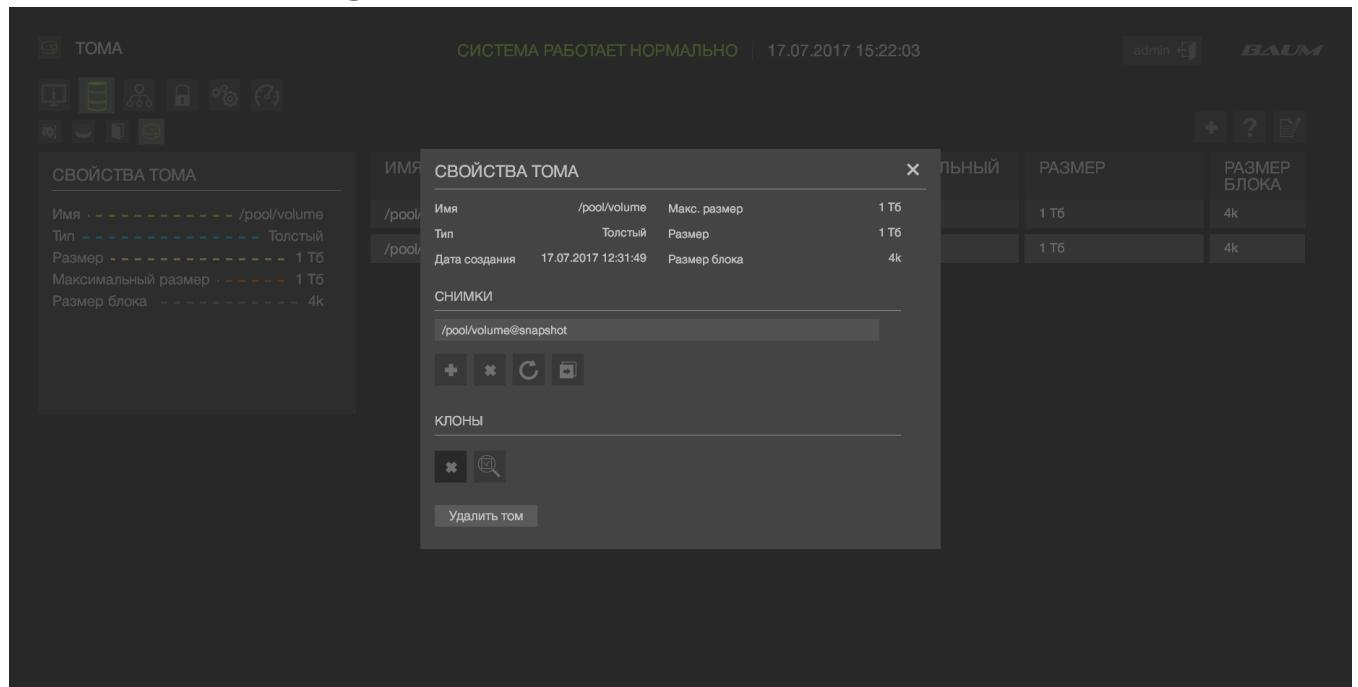

Рисунок 82 – Свойства Тома со снимком
Созданный снимок отобразится в области «Снимки» в формате **/имя_пула/имя_тoma@имя_снимка** (см. Рисунок 82).
2) В правой части области нажать на кнопку «Восстановить снимок» (см. Рисунок 82).